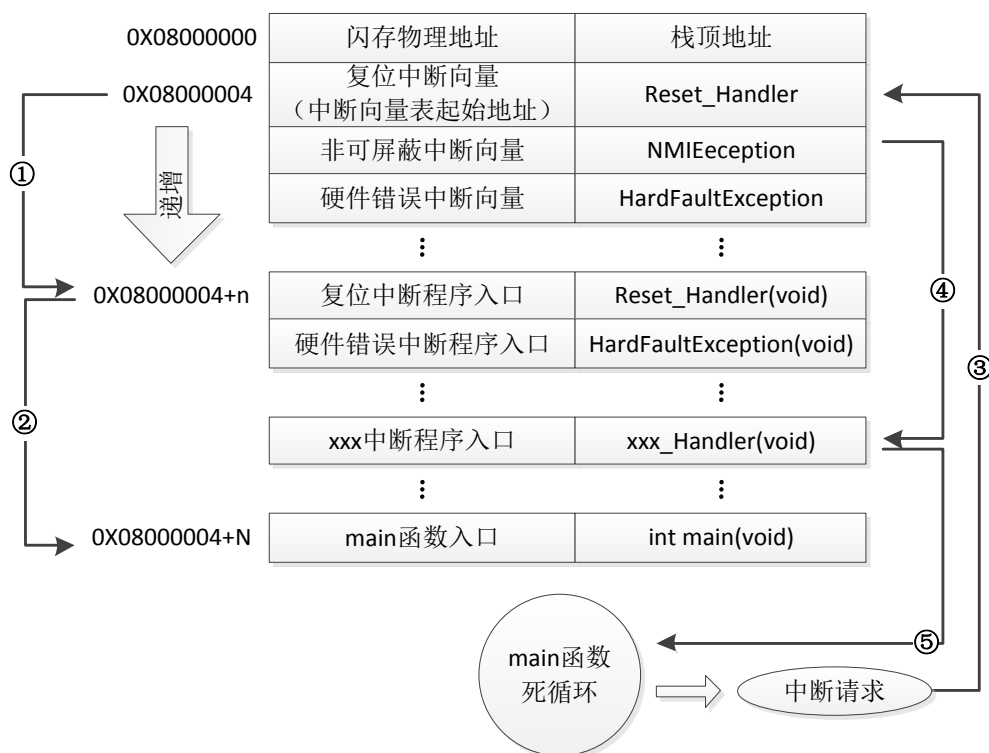

图 52.1.1 STM32 正常运行流程图
我们先来看看 STM32 正常的程序运行流程, 如图 52.1.1 所示:
在图 52.1.1 中，STM32 在复位后，先从 0x08000004 地址取出复位中断向量的地址，并跳转到复位中断服务程序，如图标号①所示；在复位中断服务程序执行完之后，会跳转到我们的 main 函数，如图标号②所示；而我们的 main 函数一般都是一个死循环，在 main 函数执行过程中，如果收到中断请求（发生重中断），此时 STM32 强制将 PC 指针指回中断向量表处，如图标号③所示；然后，根据中断源进入相应的中断服务程序，如图标号④所示；在执行完中断服务程序以后，程序再次返回 main 函数执行，如图标号⑤所示。
址，并跳转到复位中断服务程序，在运行完复位中断服务程序之后跳转到 IAP 的 main 函数，如图标号①所示，此部分同图 52.1.1 一样；在执行完 IAP 以后（即将新的 APP 代码写入 STM32 的 FLASH，灰底部分。新程序的复位中断向量起始地址为 $0X08000004+N+M$ ），跳转至新写入程序的复位向量表，取出新程序的复位中断向量的地址，并跳转执行新程序的复位中断服务程序，随后跳转至新程序的 main 函数，如图标号②和③所示，同样 main 函数为一个死循环，并且注意到此时 STM32 的 FLASH，在不同位置上，共有两个中断向量表。